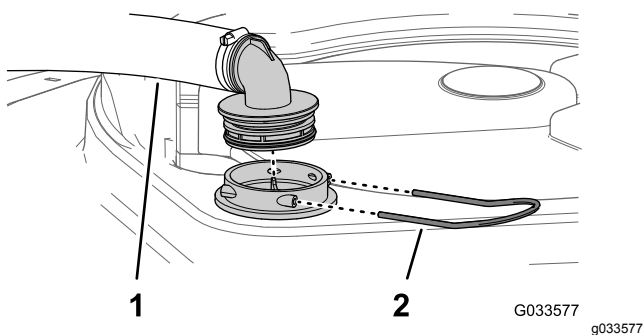

Bild 77
2. Nehmen Sie oben am Sprühbehälter den Halter ab, mit dem das Schlauchanschlussstück befestigt ist, das am dicken Schlauch und dem Filtergehäuse angeschlossen ist (**Bild 77**).
3. Nehmen Sie den Schlauch und das Schlauchanschlussstück vom Filtergehäuse ab (**Bild 77**).